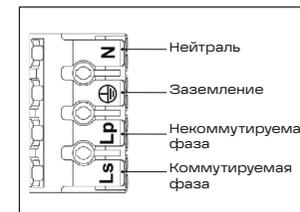

Рис. 2
5.11 Пропустите кабель через кабельный ввод и подключите его к клеммному блоку согласно схеме (рис. 2).